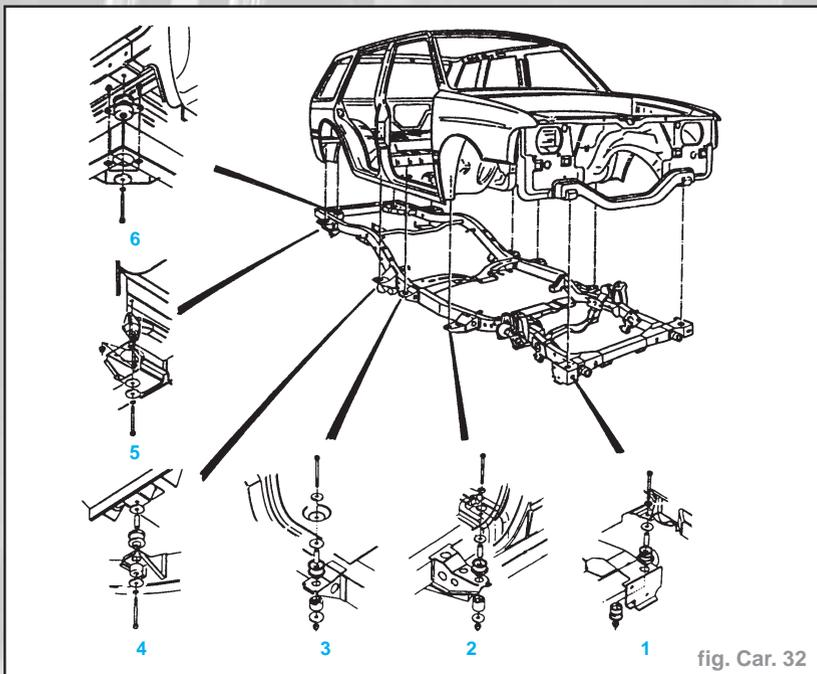

fig. Car. 32
- La figure représente la disposition des six fixations sur le côté droit du Frontera, les fixations sur le côté gauche sont identiques. Les fixations du Frontera Sport sont disposées de façon similaire, seule celle représentée en N°4 est éliminée (fig. Car. 32).